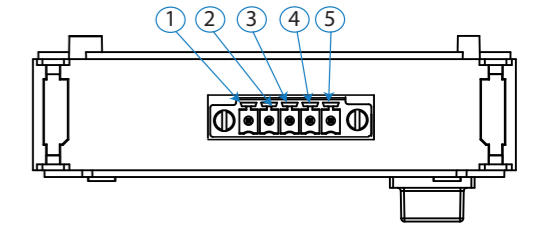

Figura 1 / Figure 1 / Figure 1 / Abbildung 1 / Figura 1 / Figura 1
- 1.- Retirar los 2 clips de sujeción que aguantan la tapa protectora, mediante un destornillador de punta plana (**Figura 1**).
- 1.- Svitare i 2 fermi di sostegno che mantengono chiuso il coperchio di protezione, utilizzando un giravite a punta piatta (**Figura 1**).
- 1.- Retire os 2 clips de fixação que suportam a tampa protectora através de uma chave de fendas de ponta plana (**Figura 1**).